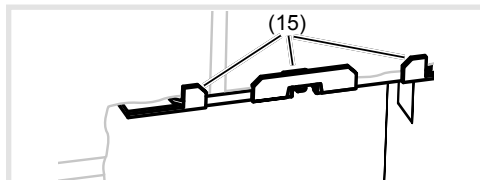

Figura 4: posizione di inserimento degli elementi di fissaggio
B Gli angoli di appoggio (15) degli elementi di fissaggio devono poggiare sulla superficie della parete (figura 4).